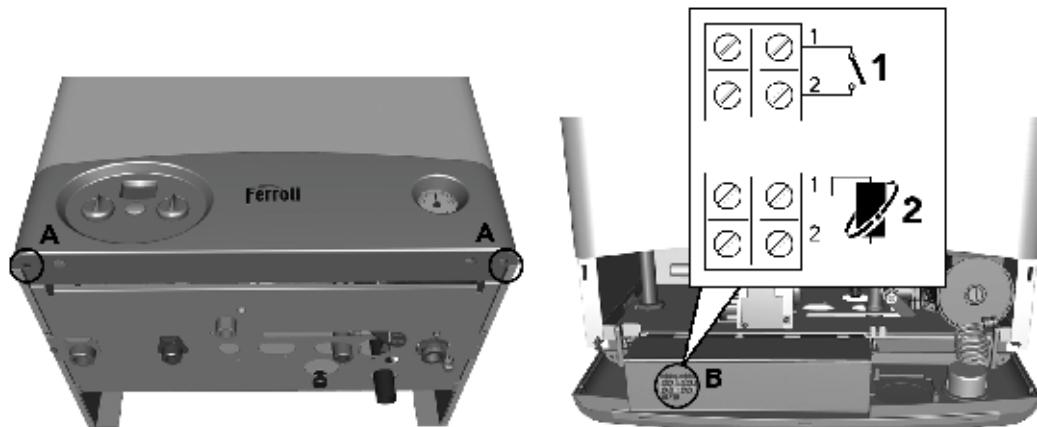

рис. 8 - Доступ к клеммной коробке
Для доступа к клеммной коробке, к которой следует подключать термостат температуры воздуха поз.1 в помещении fig. 8 или устройство дистанционного управления с таймером поз.2 fig. 8, выполните следующие операции:
- 1.Отвинтите оба винта "A" (fig. 8)
- 3.Разверните панель управления. (fig. 8)
Теперь открыт доступ к клеммной коробке "B" (fig. 8)